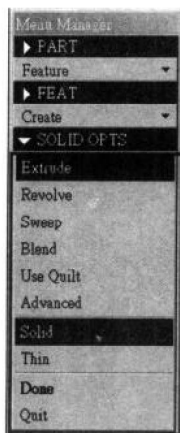

图1-4
(1) 特征 (Feature)：利用特征的设计方式来建立产品零件的外观，例如混成 (Blend)、圆角 (Round)、旋转 (Revolve)、钻孔 (Hole)、扫出 (Sweep)、挤出 (Extrude)、斜角 (Chamfers) 等特征的方式，利用这些特征方式可以使设计人员以最少的时间来设计零件与产品（如图1-4所示）。